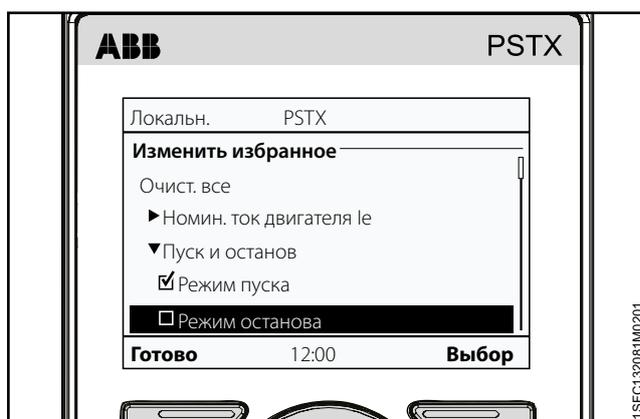

Рис. 6.18
3. Нажмите клавишу  «Выбор» для выбора параметров. Рядом с выбранным параметром появится флажок. Нажмите клавишу  «Отм. выб.», чтобы отменить выбор параметра. Нажмите клавишу  «Готово», чтобы сохранить изменения и закрыть окно. См. **Рис. 6.18**.